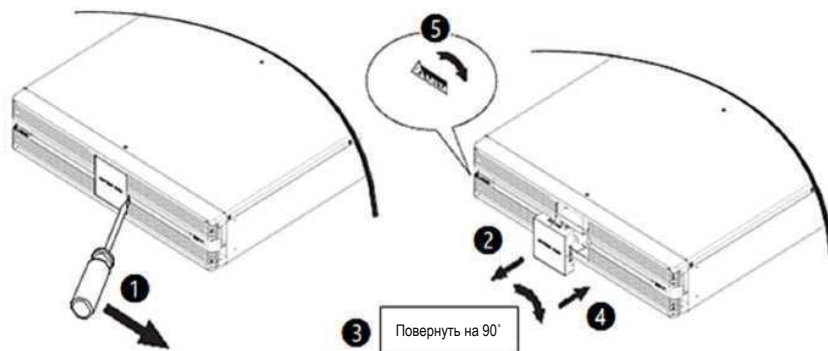

Рисунок 5-4. Поворот панели управления и логотипа литий-ионного батарейного блока Delta на 90° по часовой стрелке
Шаг 2: Извлеките панель управления литий-ионного батарейного блока Delta (❶ и ❷), поверните ее на 90° по часовой стрелке (❸) и установите на место (❹). После этого поверните табличку с логотипом Delta на 90° по часовой стрелке (❺). См. **рис. 5-4**.